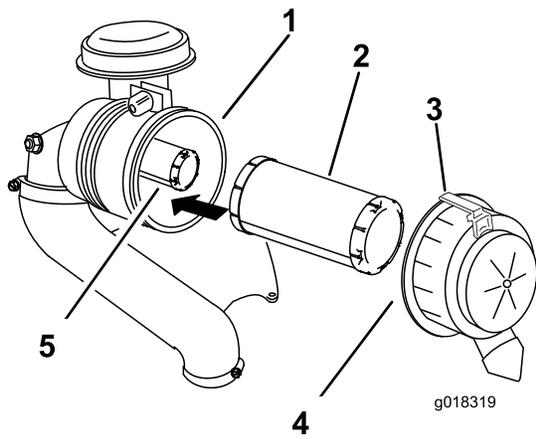

Figure 45
2. Tirez le verrou vers l'extérieur et tournez le couvercle du filtre à air dans le sens antihoraire (Figure 45).
3. Déposez le couvercle du filtre à air du boîtier du filtre (Figure 45).
- Sortez l'élément principal du logement du filtre avec précaution (Figure 45).
- Si vous remplacez l'élément de sécurité, insérez-le avec précaution dans le corps du filtre (Figure 45).
- Placez ensuite l'élément principal sur l'élément de sécurité avec le même soin (Figure 45).
- Reposez le couvercle du filtre à air, le côté portant l'inscription **UP** en haut, et fermez le verrou (Figure 45).